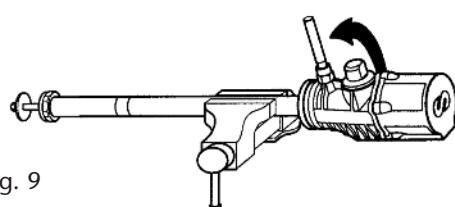

Fig. 9
3. Unscrew the air motor body from the suction tube using a threaded rod (fig. 9), and pull it out until it tops. The union nut gets visible.
3. Desenroscar el cuerpo motor del tubo de aspiración usando una varilla roscada (fig. 9), y extraerlo hasta que haga tope. Quedará a la vista la tuerca de conexión .
3. Séparer le corps du moteur d'air du tube d'aspiration à l'aide d'une tige filetée (voir fig. 9) et desserrer jusqu'à atteindre la butée. Dès lors, l'écrou prolongateur devrait être visible.
3. Mit Hilfe einer Gewindestange (Bild 9) den Motorkörper vom Saugrohr trennen und ganz abschrauben, so daß die VerbindungsMutable sichtbar ist.